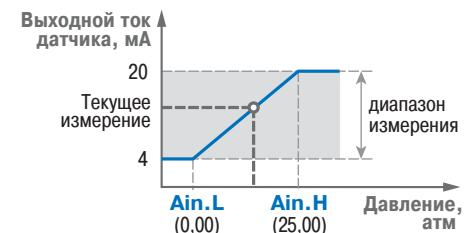

Рис. 4. Пример задания диапазона измерения активного датчика
**Пример.** При использовании датчика с выходным током 4...20 мА, контролирующего давление в диапазоне 0...25 атм., в параметре **Ain.L** задается значение 0,00, а в параметре **Ain.H** – значение 25,00 (см. рис. 4). После этого обработка и отображение показаний будет производиться в атмосферах.